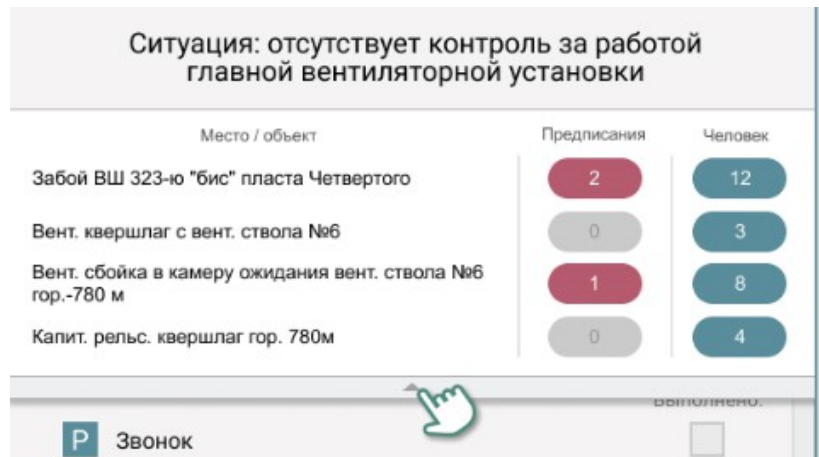

Рисунок 79. Развернутый список мест/объектов возникновения ситуации
2. место/объект, на котором зафиксирована ситуация. Если мест несколько, по умолчанию отображается первое по порядку, на котором была зафиксирована ситуация. Чтобы просмотреть все места, необходимо нажать на иконку «Развернуть» (рисунок 79);